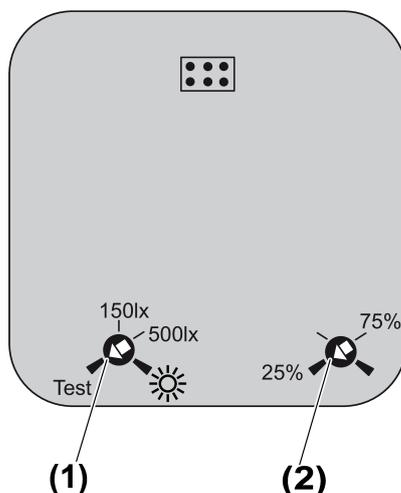
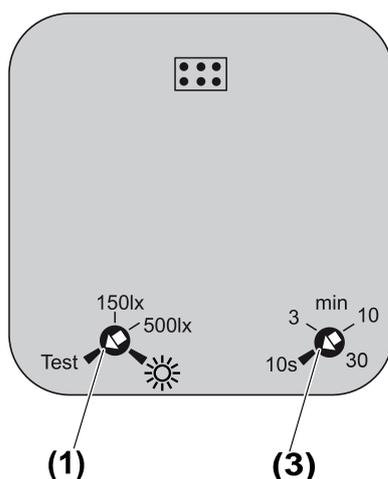

Figura 13: Regolatore rilevatore di movimento N. ord. 5373 .., 5375 ..
Figura 14: Regolatore rilevatore di movimento N. ord. 5379 ..
- Ruotare il regolatore (1) (Vedi figura 13), (Vedi figura 14).
- Ruotare il regolatore (2) (Vedi figura 13).
- Ruotare il regolatore (3) (Vedi figura 14).
- Eseguire le impostazioni del test. A tale scopo, ruotare il regolatore (1) su **Test** (Vedi figura 13), (Vedi figura 14).